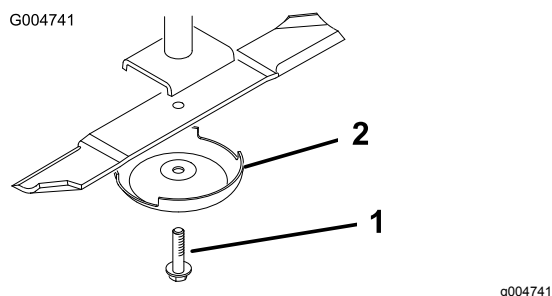

Figura 138
4. Afferrate l'estremità della lama utilizzando un panno o un guanto imbottito e rimuovete il bullone della lama, la coppa antistrappo e la lama dall'asse del fusello (Figura 138).